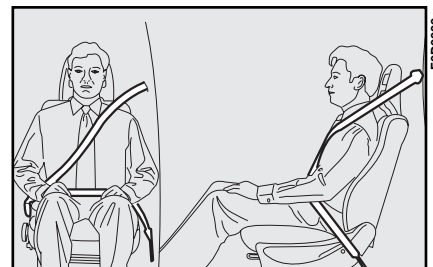

Abb. 18
**Das Gurtband darf nicht verdreht sein. Der obere Gurtteil ist über die Schulter und diagonal über den Oberkörper zu führen. Der untere Teil muss am Becken (Abb. 18) und nicht am Unterleib des Fahrgastes anliegen. Keine Hilfsmittel (Klammern, Halterungen usw.) verwenden, die das Anliegen der Gurte am Körper verhindern.**